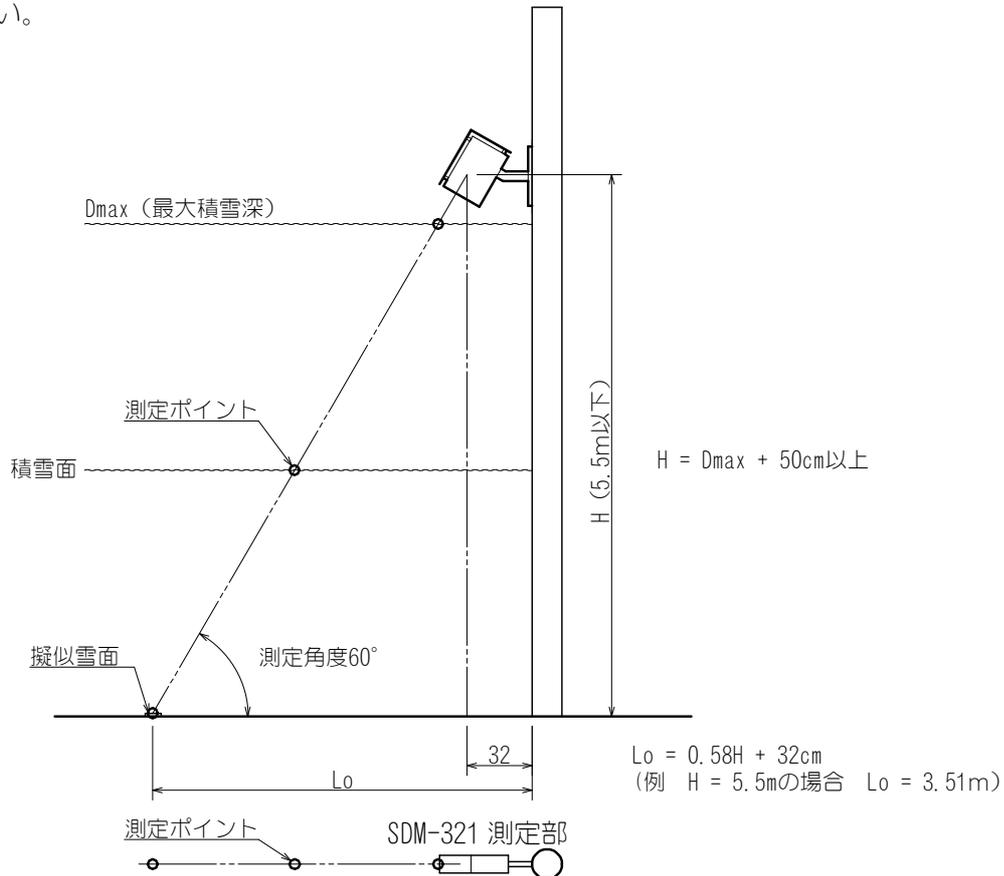

図1
- ① 測定する雪面に凹凸ができない場所
- ② 吹きだまりや除雪による影響のない場所
- ③ 積雪深を測定するポイントは、測定面と測定角度 60° を持たせてあるため、図1のように積雪面の変動とともに測定ポイントが変動します。予め留意の上設置場所を決めてください
- ④ 測定部とデータ処理装置を接続するケーブルは、標準で 20m を付属しております。20m 以上離れた場所に設置する場合は、最大 100m (オプション) までご用意しております。お問い合わせください。